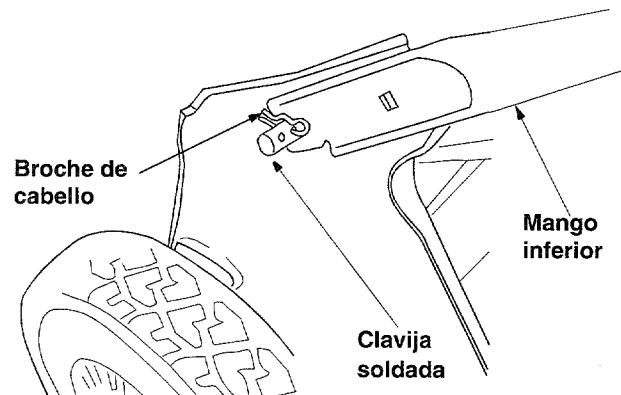

Figura 3
- Inserte el broche del cable dentro del orificio interior de la clavija soldada. Repita del otro lado. Vea el recuadro de la Figura 3.